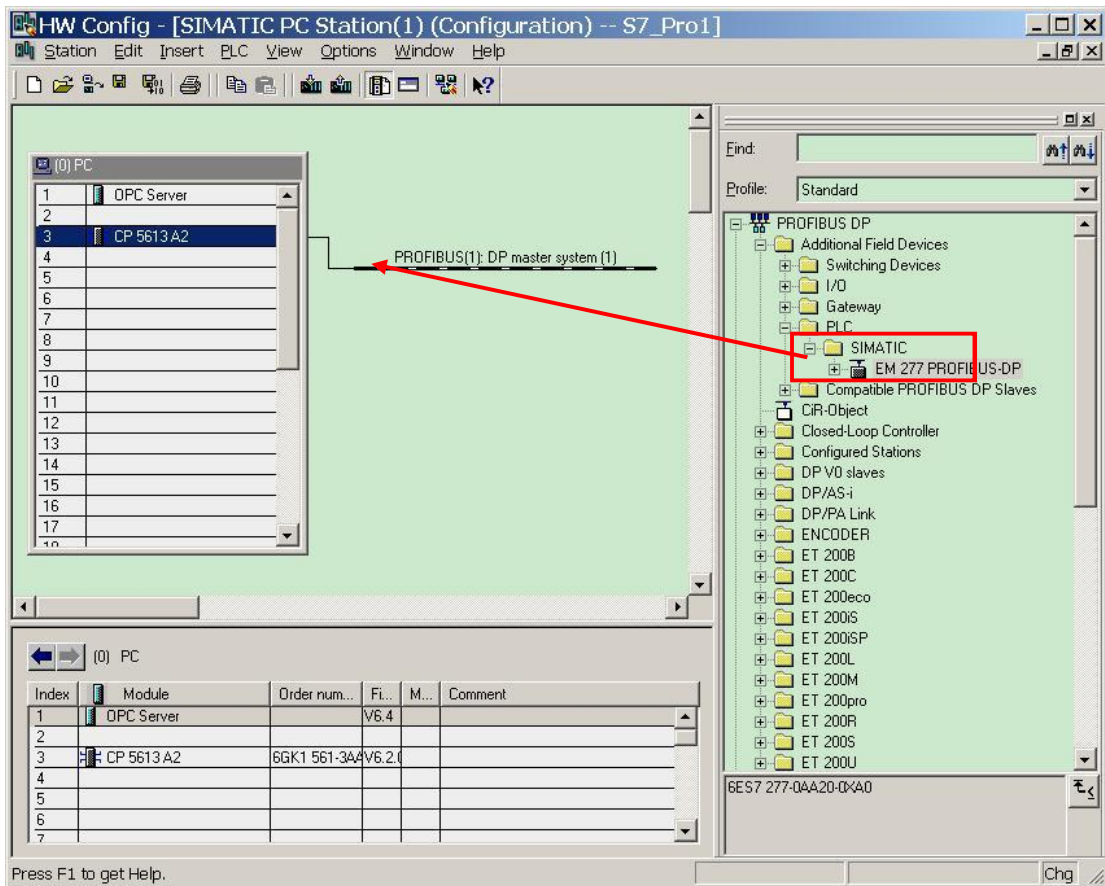

图 14 添加 EM277 从站
5. 在 PROFIBUS 网络中添加 EM277 从站，如图 14。